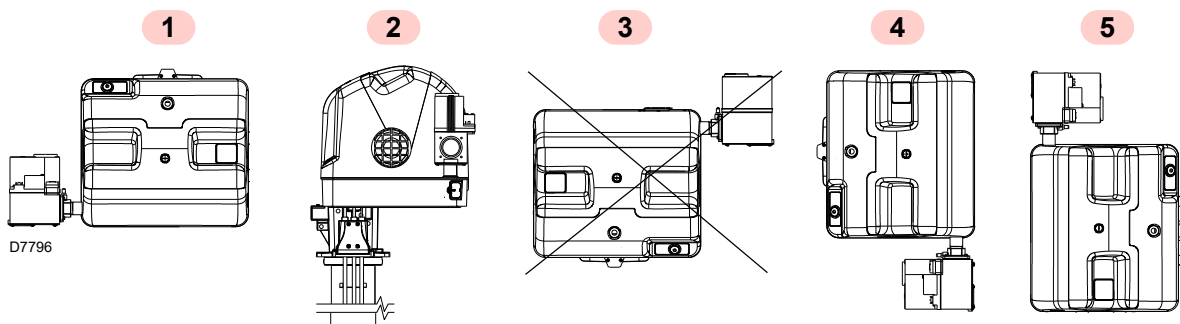

Fig. 13
- El quemador está preparado para funcionar exclusivamente en las posiciones **1**, **2**, **4** y **5** (Fig. 13).
- Todas las posiciones requieren la instalación de la válvula gas con las bobinas orientadas hacia arriba u horizontalmente (Fig. 13).